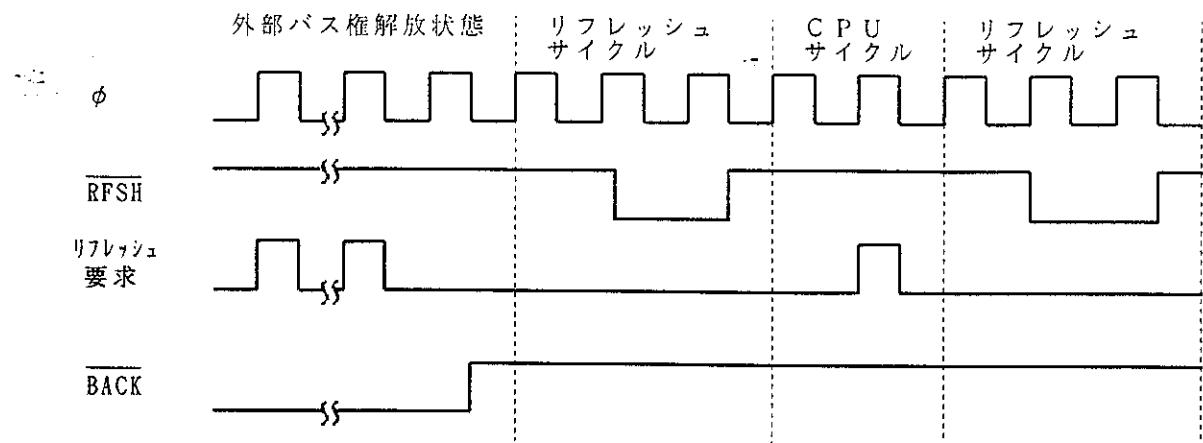

図 7.24 バス解放状態時のリフレッシュサイクル
- (2) 外部バス権解放状態、ソフトウェアスタンバイモード、またはバスサイクルがウェイトステートの挿入により長く続く場合、リフレッシュサイクルは実行されません。したがって、これらの状態では、別の方でリフレッシュを行う必要があります。
- (3) 外部バス権解放状態中に内部でリフレッシュ要求が発生した場合、最初の要求が保持され、バス権解放状態解除後、リフレッシュサイクルが1回だけ実行されます。図7.24にその場合のバスサイクルを示します。